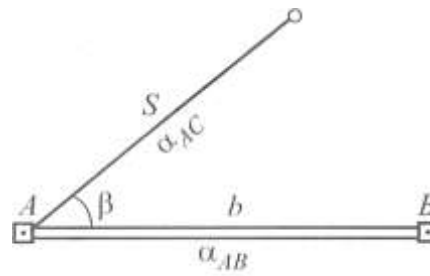

Рис. 1
4. Какой способ разбивки показан на схеме рис. 1?